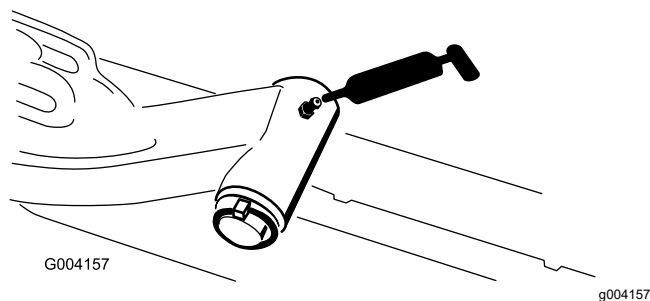

Figura 69
- Eixo do pivô do braço de elevação (1 cada) (Figura 69)